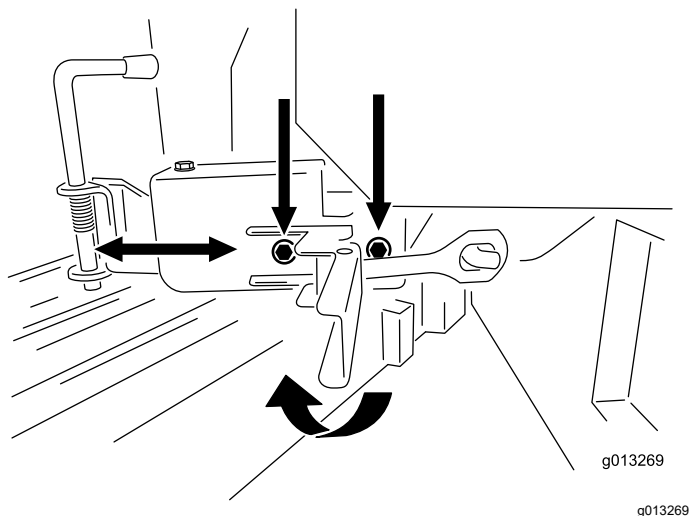

Figuur 3
5. Laat de lopende band aan het zwenkpunt bevestigd zitten en breng met behulp van een tweede persoon het zwenkpunt in de juiste stand. Lijn de plastic lagers uit met de pijltjes van de montagebeugels in (**Figuur 3**).